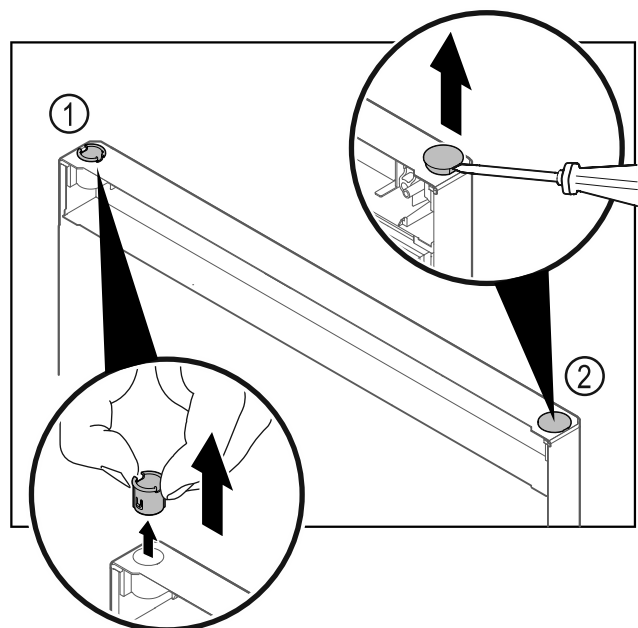

Fig. 15
- ▶ Vytiahnite puzdro závesu Fig. 15 (1) prstami.
- ▶ Plochým skrutkovačom opatrne nadvihnite kryciu zátku Fig. 15 (2) a vytiahnite ju.